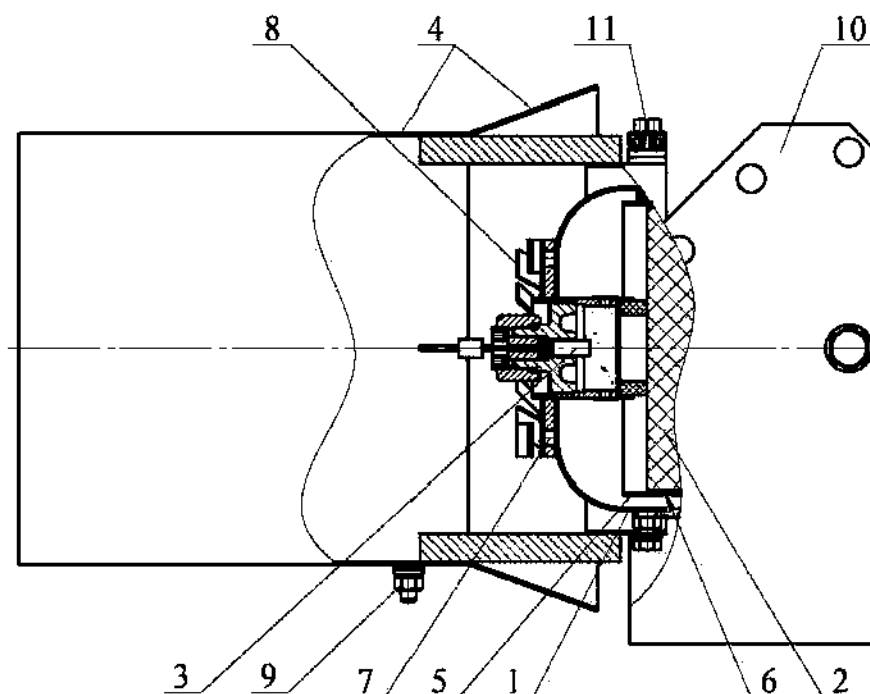
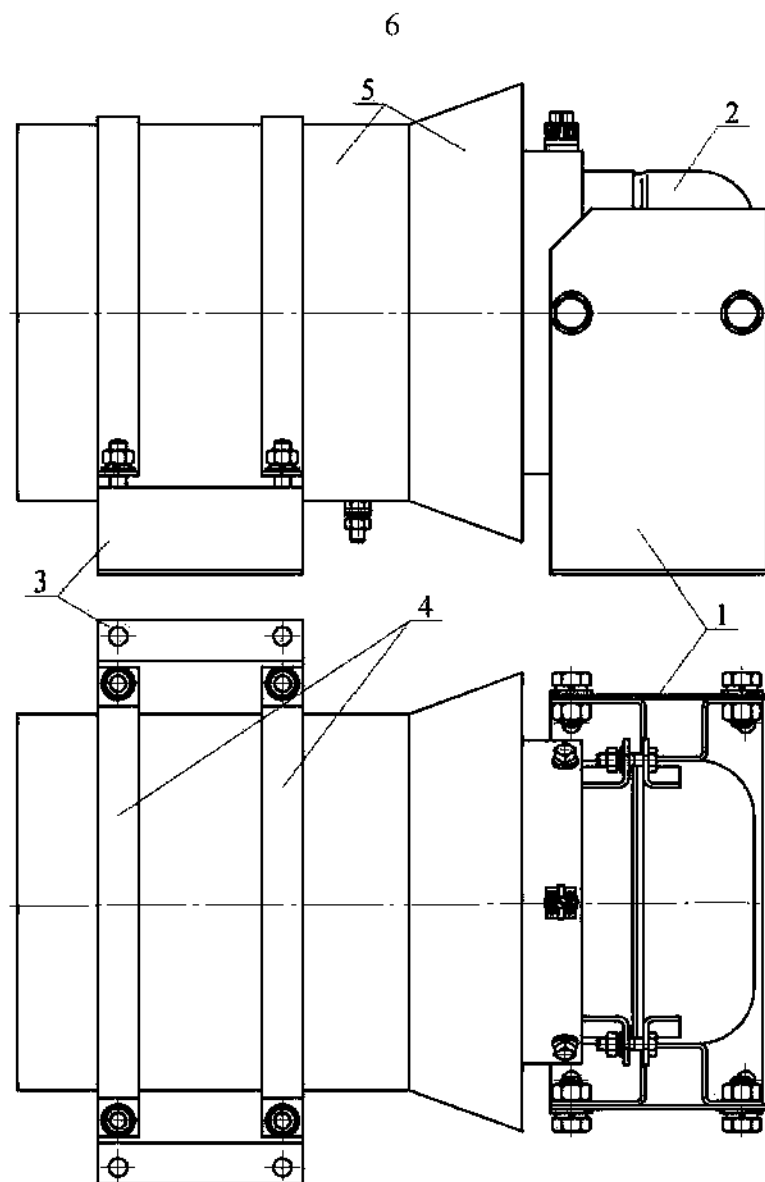

Рисунок 1
Рисунок 2
4.1.1 ГОА (см. рисунок 1) состоит из корпуса 1, в котором размещены аэрозолеобразующий заряд 2 с элементом электропусковым 3, и эжектора 4.
4.2.1 ГОА 1 (см. рисунок 2) конструктивно практически не отличается от генератора по рисунку 1 за исключением кронштейнов для его крепления к несущей поверхности. ГОА снабжен кронштейном 1, предназначенным для крепления корпуса 2, и кронштейном 3, к которому при помощи 2-х хомутов 4 поджат эжектор 5. Для компенсации воздействия вибрации на корпус и эжектор генератора контактная с несущей поверхностью, предназначенной для крепления ГОА, нижняя плоскость опоры кронштейна 1 и контактные с эжектором поверхности кронштейна 3 и хомутов 4 оснащены резиновыми прокладками.
4.4.1 После подачи электрического импульса на выводы элемента электропускового 3 (см. рисунок 1) иницируется аэрозолеобразующий заряд 2. Огнетушащий аэрозоль через сопловые отверстия 7 и эжектор 4 поступает в зону горения, в которой благодаря очень малому размеру частиц длительное время находится во взвешенном состоянии, сохраняя свою огнетушащую и флегматизирующую способность.
6.2 Закрепить кронштейн **10** (см. рисунок 1) или кронштейны **1, 3** (см. рисунок 2) на стене, потолке, полу или иной несущей плоскости, расположенной под любым углом относительно поверхности пола. Координаты отверстий для крепления ГОА, предназначенного для эксплуатации на стационарных объектах, показаны на рисунке 3, для крепления ГОА, предназначенного для эксплуатации на транспортных средствах – на рисунке 4.
6.3 Соединить корпус ГОА **1** (см. рисунок 1) с эжектором **4** и закрепить соединение болтами М6.
6.4 ГОА, предназначенный для эксплуатации на стационарных объектах, выставить в кронштейне **10** (см. рисунок 1) под заданным углом, определенным направлением оси эжектора к защищаемому объекту, и закрепить соединение болтами М10. ГОА, предназначенный для эксплуатации на транспортных средствах, установить в кронштейн **1** (см. рисунок 2) и закрепить соединение болтами М10, в кронштейне **3** при помощи хомутов **4** дополнительно закрепить эжектор. Ориентация ГОА в защищаемом объеме может быть любой.